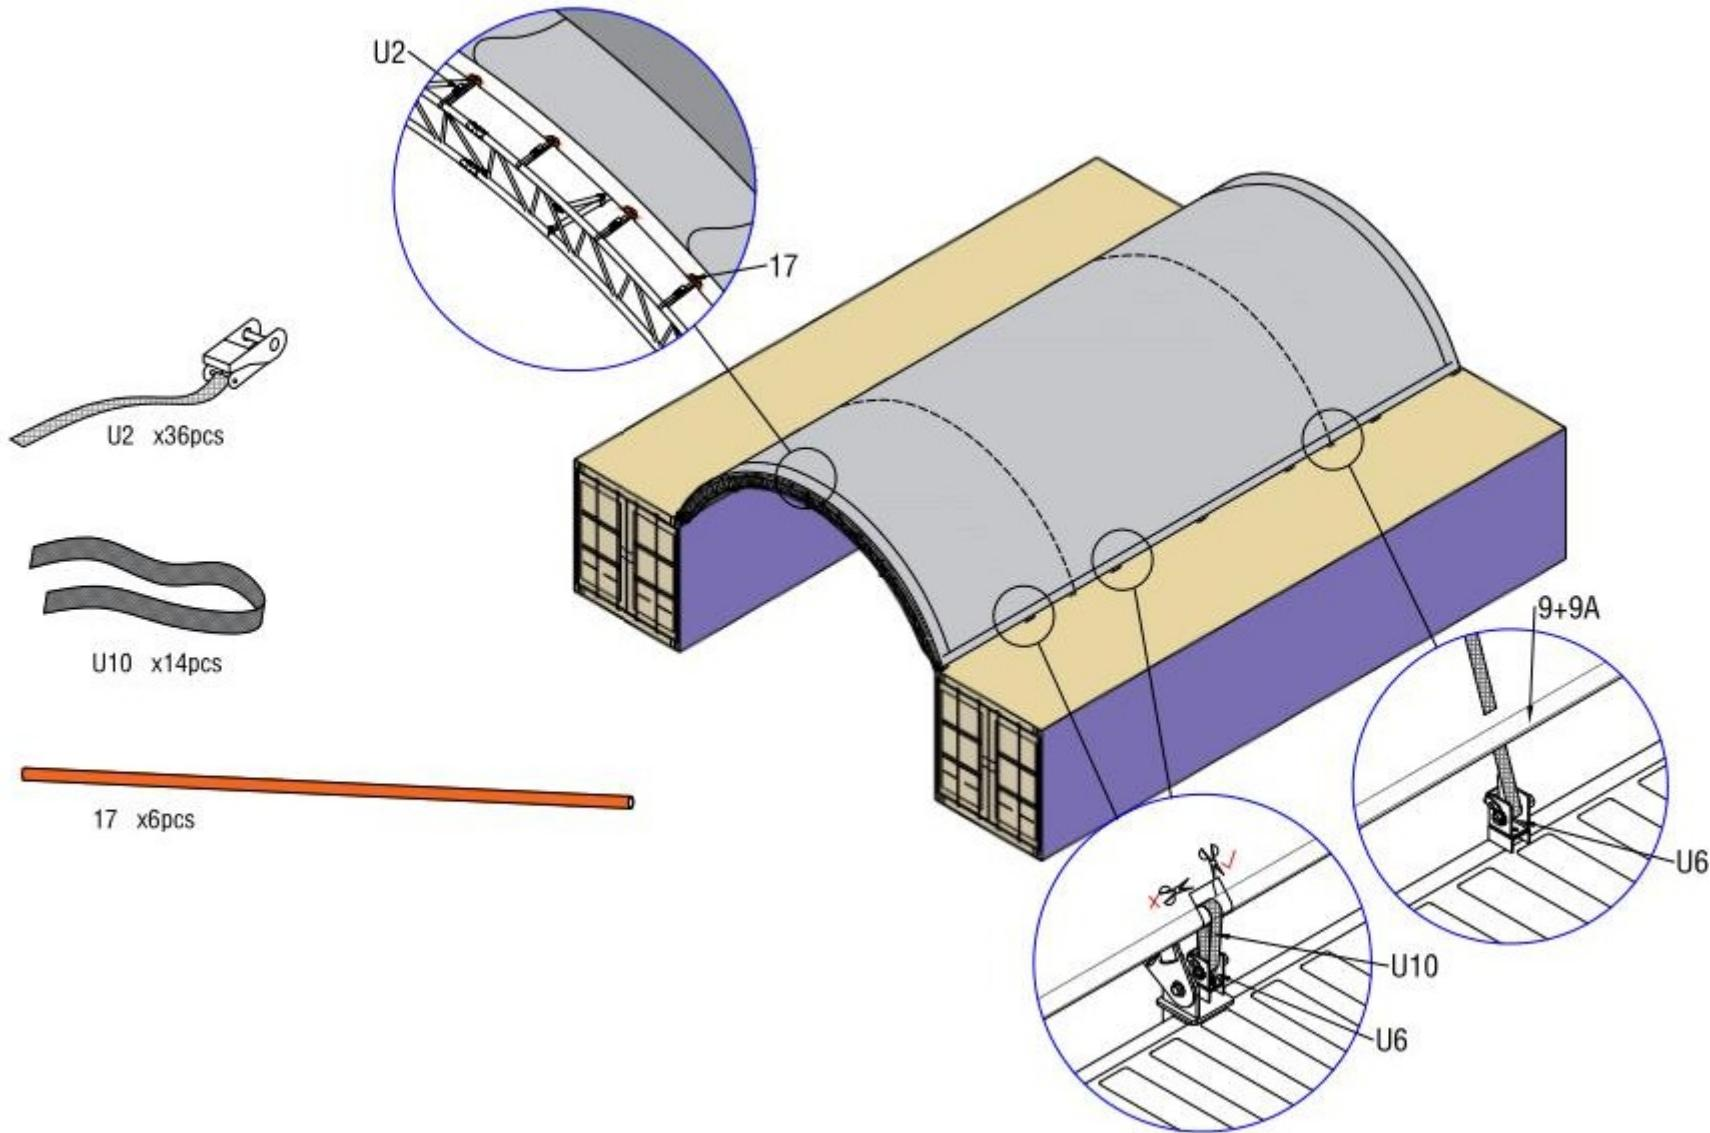

Figure 12
4. Insérez le tube PPR (pièce n° 17) dans l'extrémité du couvercle du toit à l'aide d'un petit cliquet avec sangles (pièce n° U2) vers l'arche, comme le montre la figure 12. Coupez ensuite la poche de tension inférieure du couvercle en fonction de l'emplacement de la plaque de base (veuillez noter le sens de coupe, la coupe doit être perpendiculaire à la poche du couvercle, comme le montre la figure 12). Insérez les sangles en nylon (pièce n° U10) dans le treuil, actionnez les sangles à cliquet du treuil d'arrimage d'avant en arrière, puis serrez la couverture de toit. La couverture de toit doit être correctement serrée, sans être trop tendue.